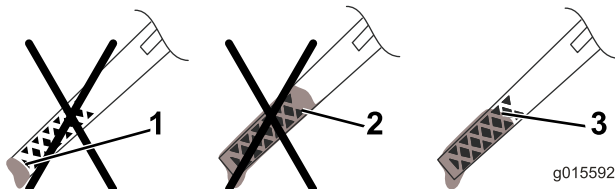

Bild 7
5. Nehmen Sie den Peilstab heraus und lesen Sie den Ölstand ab (Bild 7).